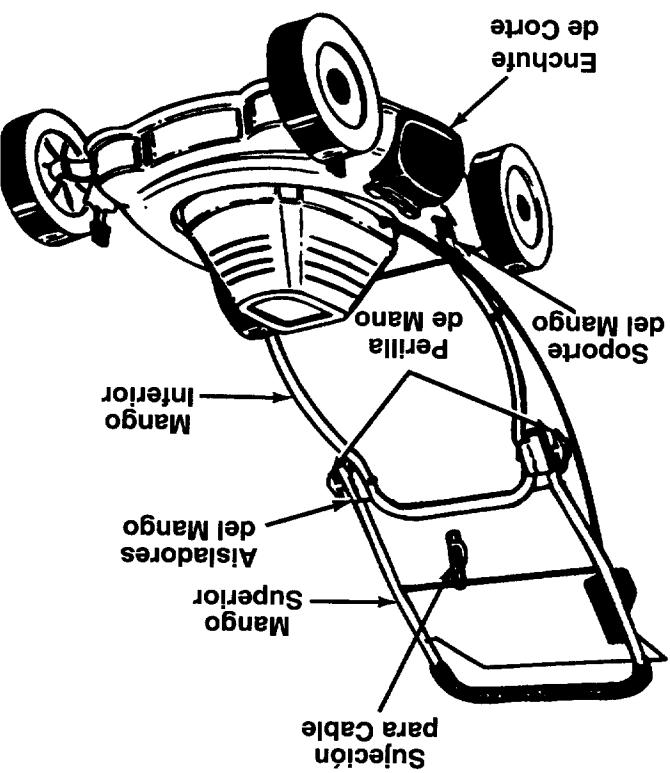

FIGURA 1.
- Quite las presas del agujero interior en los pasadores soldados en los soportes del mango inferior. Con la marca en los aisladores del mango inferior parte de arriba de los aisladores del mango inferior a la altura deseada, alinee una de las tres marcas en la otra parte de la misma. Para seleccionar la entre posiciones de altura. Puede ajustar a tres diferentes posiciones de altura. Vea la figura 1.
- El mango superior se puede ajustar a tres diferentes posiciones de operación. Vea la figura 1.